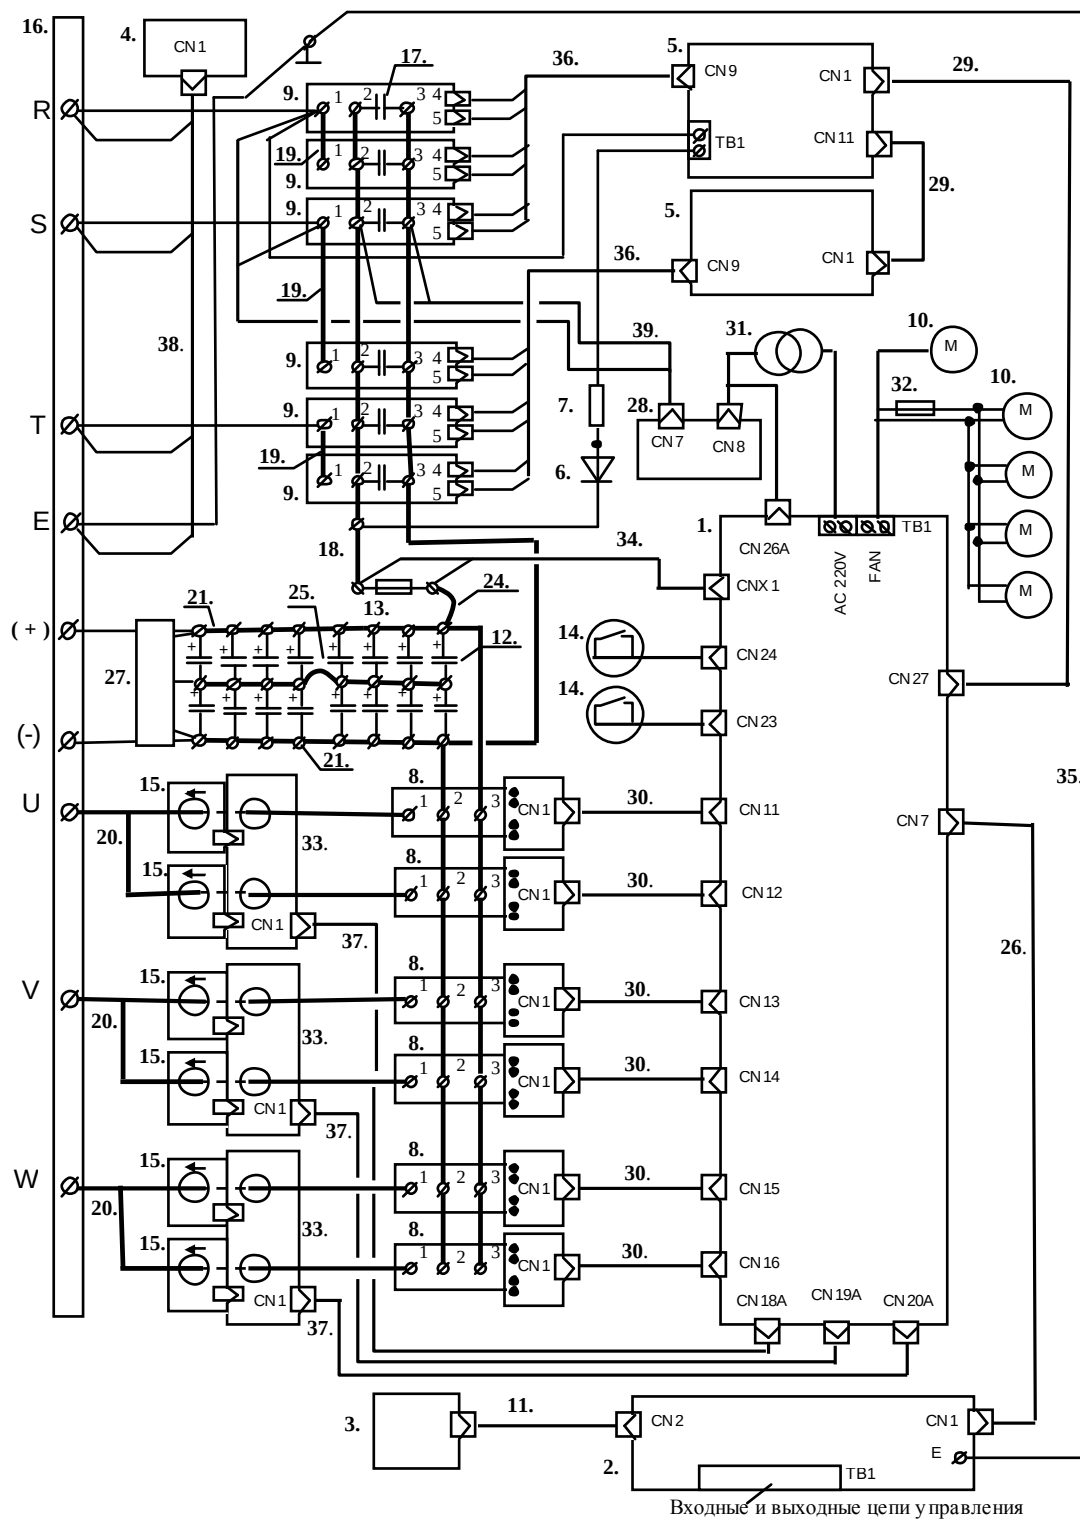

Рис. 4.2. Блок-схема преобразователя частоты EI-7011-175H, -200H.
Пояснения к рис. 4.2:
4.4.1. Фотографии сменных узлов, входящих в состав преобразователей частоты Е1-7011-175Н, -200Н, приведены в табл. 4.1. (порядковые номера соответствуют рис. 4.2).